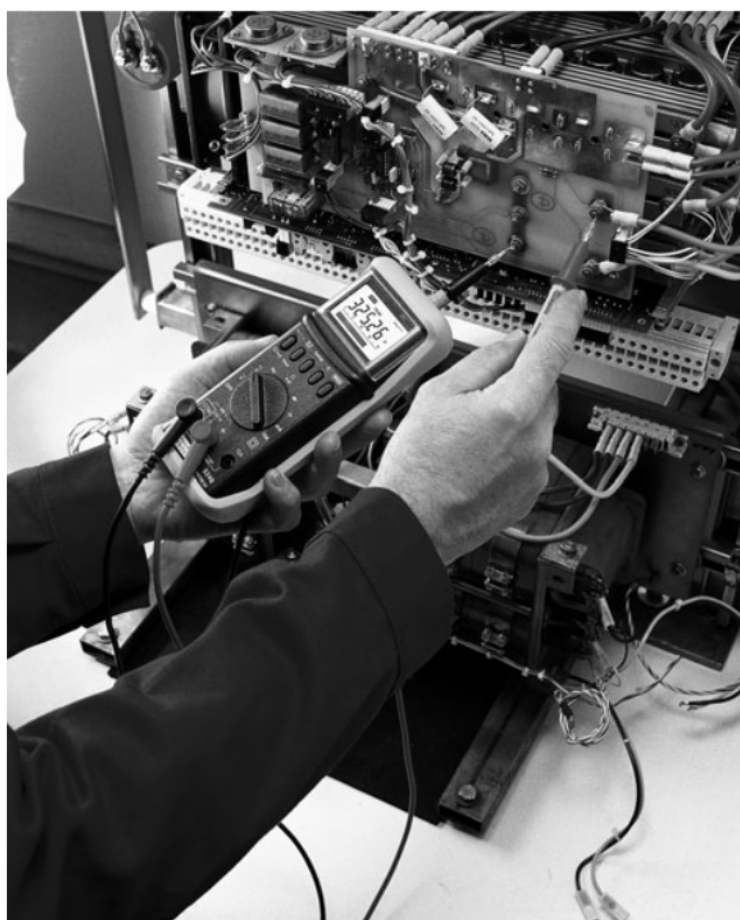

Figure 13.1 – Mesure d'une tension déformée en TRMS à gauche.
- Mesure de niveaux de tension dans les tableaux de distribution électrique, armoires électromécaniques (*figure 13.1*).